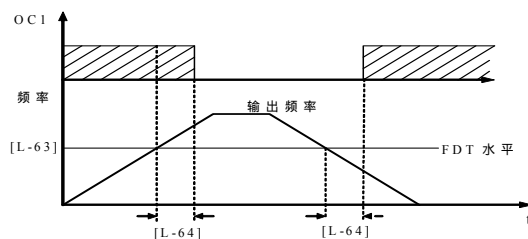

图 5-21 频率水平检测(FDT)
- 2:频率水平检测信号(FDT)。当变频器的输出频率超过 FDT 频率水平时,经过设定的延时时间后,输出有效信号(低电平),当变频器的输出频率低于 FDT 频率水平时,经过同样的延时时间后,输出无效信号(高阻)。频率水平检测(FDT)如图 5-21 所示。
本参数用于设定频率检测水平,当输出频率高于 FDT 设定值时,经过参数 L-64 设定的延迟时间后,输出有效信号。其中 L-64 与电流上限(相对于额定电流的百分比)复用,当变频器输出电流高于此值时,输出有效信号。(OC1、OC2 或继电器端子,参阅图 5-21 及参数 L-59、L-60、L-61 的相关说明)。